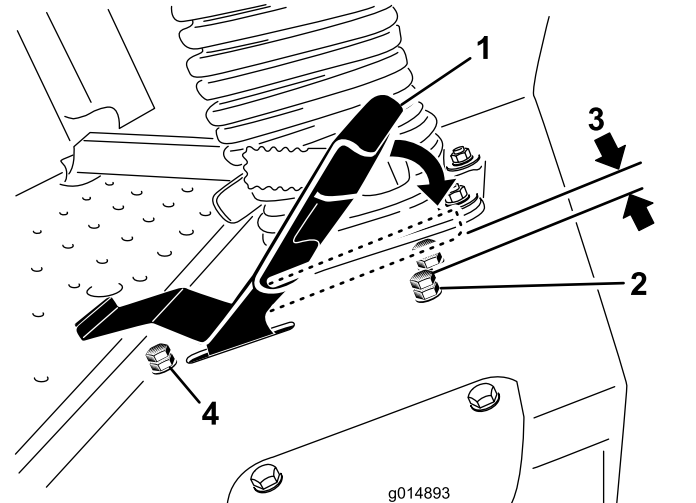

Figura 49
3. Afloje la contratuerca del perno de tope del pedal de tracción (Figura 49).